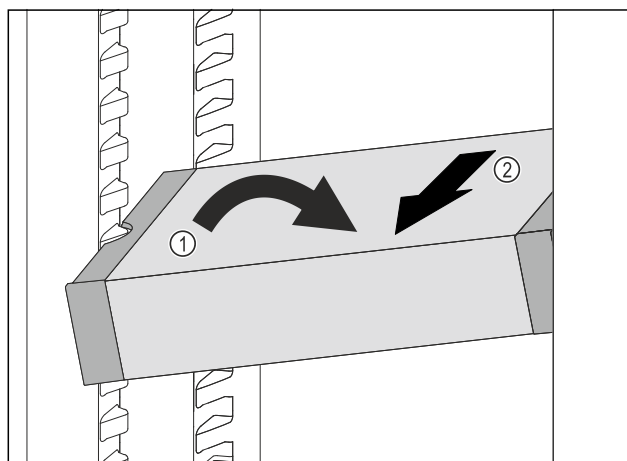

Fig. 139
- ▶ Novietojiet VarioSafe slīpi ledusskapja nodalījumā. Fig. 139 (1)
- ▶ Izņemiet VarioSafe uz priekšu. Fig. 139 (2)